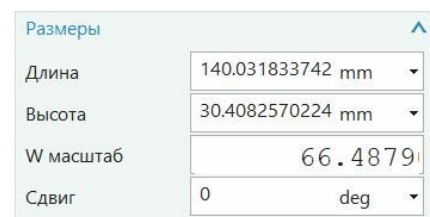

рис.52
- Размер текста (ширина, высота, рис.52)
- Размер текста задается в специальном поле диалогового окна (рис.52). Но проще всего определить этот размер перемещая «желтые шарики» **при крупном рассмотрении** самого текста (рис.53, 54).